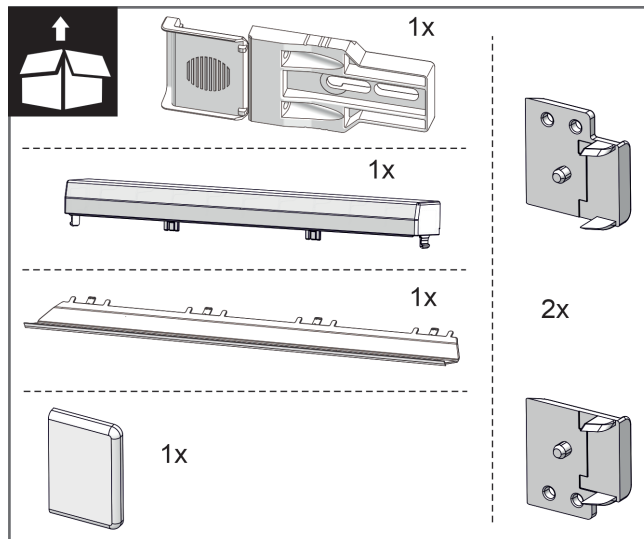
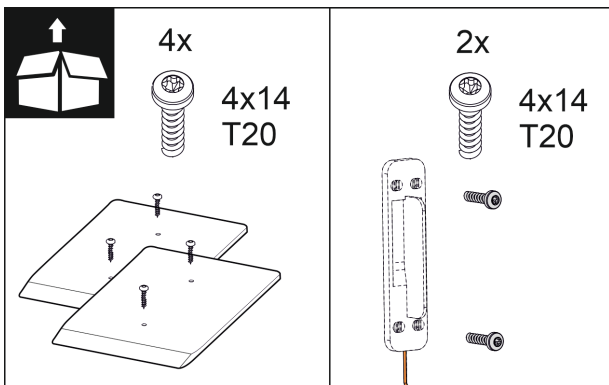

Fig. 10
Fig. 16
2. Ellenőrizze a szerelőkészletet a tartozékcsoomagban. *Fig. 10 () - Fig. 16 ()*
Szerelőkészlet a tartozékcsoomagban *Fig. 10 () - Fig. 16 ()*